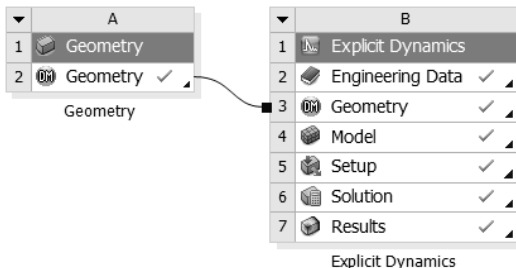

图 11-37 项目管理区中的分析项目
Step3：单击右上角的 （关闭）按钮，退出 Workbench 主界面，如图 11-37 所示，完成项目分析。